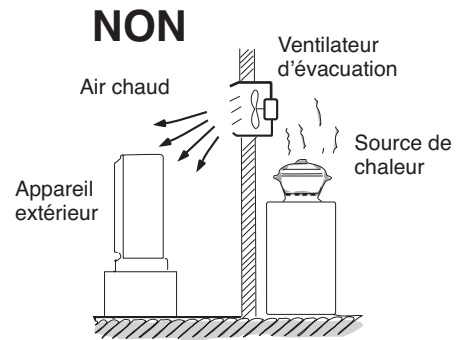

Fig. 5a
- Les sources de chaleur, les ventilateurs d'évacuation, etc. (Fig. 5a)